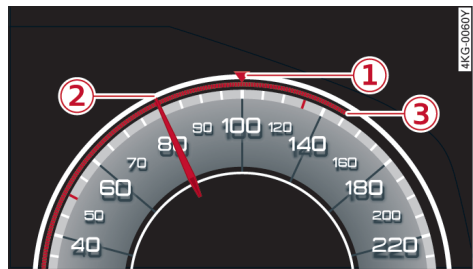

图 102 组合仪表：车速表中的显示
▶ 按按钮 **SET** ②。在车速表中，设定车速被标上一个标记 ① ⇨ 105 页，图 102 并且显示在组合仪表中 ⇨ 。
- ▶ 要持续提高/降低设定车速时，请朝  /  方向将操纵杆把定在第一或第二个压力挡，直到车速表中的标记 ① ⇨ 105 页，图 102 到达所需的车速。